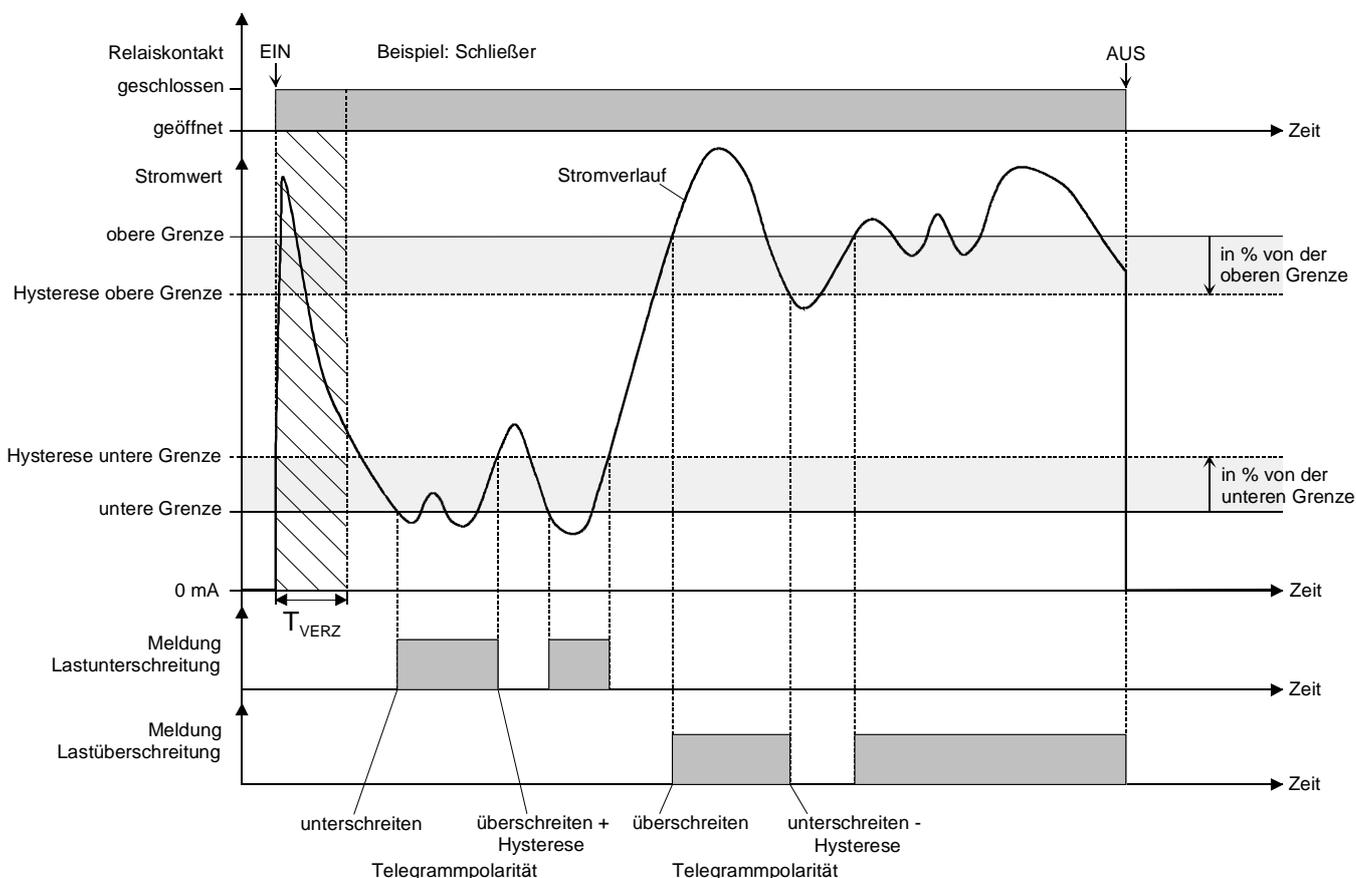

Fig. 17: Lastüberwachung mit festen Lastgrenzen (exemplarischer Stromverlauf)
Zur Erhöhung der Störsicherheit beim Meldevorgang (Unterdrückung von kleinen Stromschwankungen) kann eine Hysterese separat für jede Stromgrenze vorgegeben werden. Diese Hysterese leiten sich relativ durch eine feste Parametervorgabe in der ETS von den Stromgrenzen ab (vgl. Fig. 17 & 18). Weiter kann eine Zeitverzögerung (T_{VERZ}) für die Strommessung nach einem Schaltvorgang (Schaltwechsel von geöffnet nach geschlossen) parametrierbar werden, wodurch die Auswertung der Lastüberwachung verzögert und eine Entprellung von Einschaltströmen ermöglicht wird. Während dieser Zeitverzögerung findet kein Strom-Messvorgang statt, sodass der Stromwert in dieser Zeit auf "0 mA" gesetzt ist.
- Die Überwachung kann mit fest in der ETS parametrisierten Lastgrenzen erfolgen. Die Lastgrenzen sind unabhängig vom Laststrom frei definierbar (vgl. Fig. 17). Diese Methode bietet sich beispielsweise für fest und dauerhaft installierte Lasten an.
- ① Bei der Parametrierung der Hysterese ist darauf zu achten, dass sich die aus den Grenzwerten abgeleiteten Hysterese-Stromwerte nicht überschneiden! Andernfalls entsteht Fehlfunktion → oberer Hysteresewert > unterer Hysteresewert.
- ① Die Meldetelegramme werden auf den Bus ausgesendet, sobald eine Über- oder Unterschreitung der Grenzwerte oder der Hysterese erfolgt (vgl. Fig. 17 + 18). Nur, wenn nach Busspannungswiederkehr oder nach einem ETS-Programmierungsvorgang die Grenzwerte unter- oder überschritten sind, sendet der Aktor auch Meldetelegramme gemäss der parametrierten Polarität aus, sobald die "Verzögerung nach Busspannungswiederkehr" abgelaufen ist. Andernfalls werden nach einem Reset keine Meldetelegramme ausgesendet.